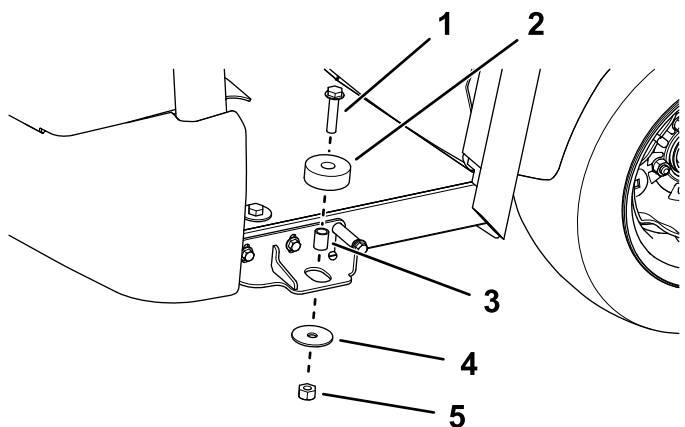

Figure 28
6. Fixez les 2 supports élastiques de chaque côté avec un boulon à embase ($\frac{1}{2}$ " x $2\frac{1}{4}$ "), une entretoise, une rondelle et un contre-écrou (Figure 28).